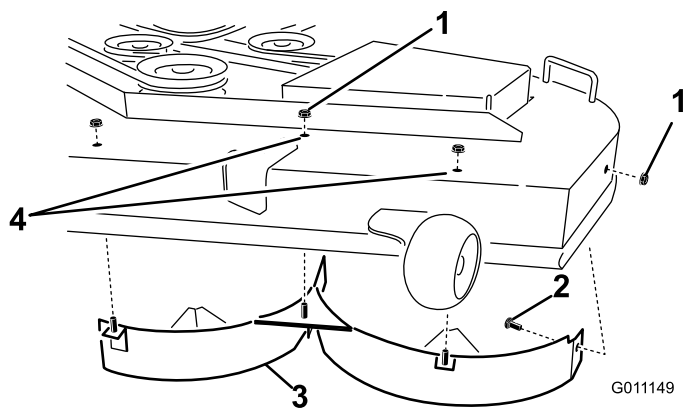

Figura 12
4. Retire las 2 contratuercas (5/16") de las clavijas soldadas del deflector izquierdo, en la parte superior de la carcasa del cortacésped, en las posiciones centro y centro izquierda (Figura 12).
6. Retire el deflector izquierdo de la carcasa del cortacésped según se muestra en Figura 12.